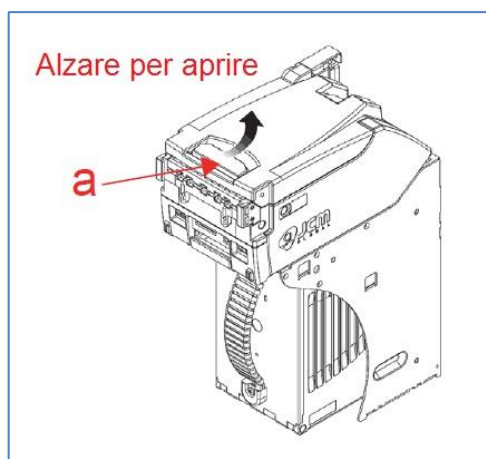

Fig. 5.5.3 – Apertura dorso superiore
- Azionare il tasto di sgancio posto sul dorso del meccanismo di centraggio, sollevare quindi il coperchio per accedere al vano come mostrato in Fig. 5.5.3